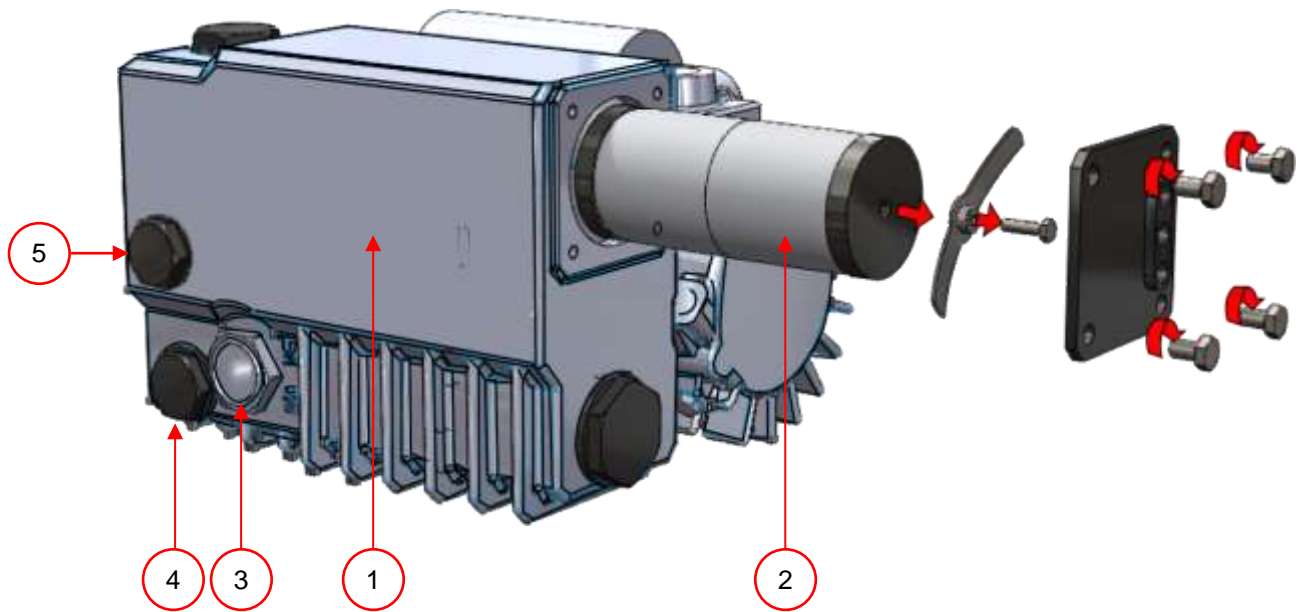

Abbildung 3: Pumpe
- Stellen Sie sicher, dass genug Öl in der Pumpe (Abbildung 3:4) ist. Wenn das nicht der Fall ist füllen Sie das Öl auf